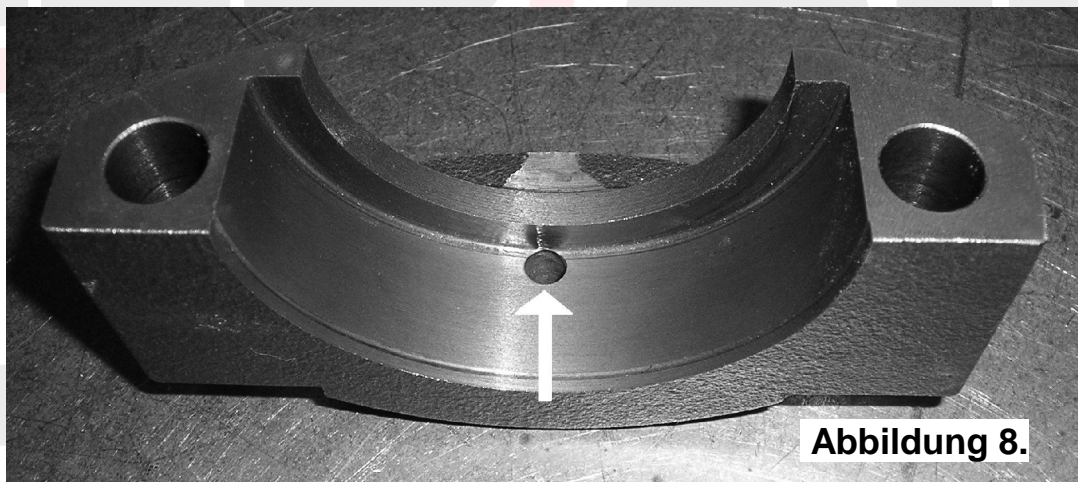

Abbildung 8.
- Verwenden Sie eine Standbohrmaschine und bohren Sie ein Loch der Stärke 6mm [¼"] durch den Lagerdeckel. Das Loch sollte direkt an der Innenkante des Lagers sein (s. Abb. 8.).